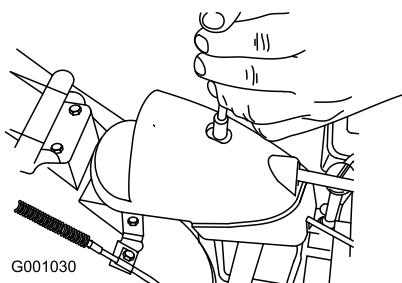

Figure 55
1. Retirez la fixation du couvercle du secteur denté (Figure 55), soulevez l'avant du couvercle et faites-le coulisser en arrière de façon à l'écarter.